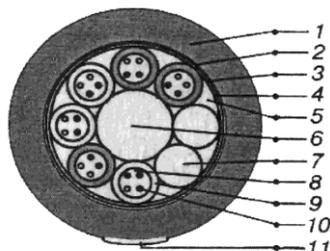

Рисунок 5 – Конструкция кабеля типа ОКЛ:
Кабель типа ОКЛ — 01 (02), рисунок 5 выпускается двух модификаций: для прокладки в трубах, коллекторах кабельной канализации, а также внутри зданий и для прокладки в полиэтиленовых трубопроводах.